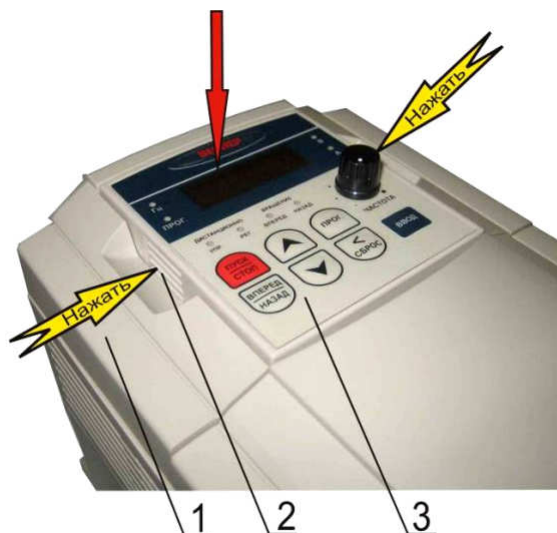

Рис. 7.20
7.11.1. Установить пульт (3) в верхнюю часть корпуса (1), приложив рукой усилие вниз до щелчка фиксаторов (2) (рис. 7.20).